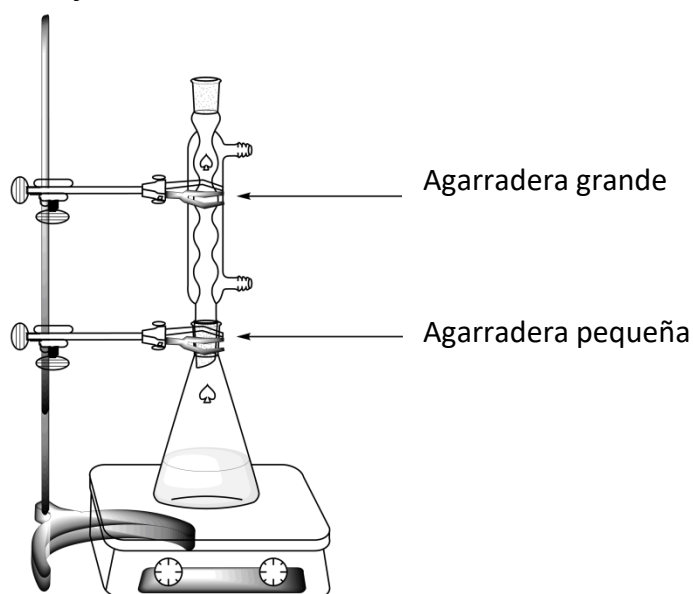

Figura 1. Equipo para calentar la mezcla de reacción a reflujo
4. **Conecta** el refrigerante abriendo la agarradera grande y desplazándolo (ver Figura 1), asegúrate que los esmeriles queden ajustados. **Levanta** tu tarjeta HELP. Un asistente de laboratorio vendrá para abrir el agua y prender la manta calefactora.
2. **Realiza** la recristalización del producto crudo, que se encuentra en el Erlenmeyer con boca esmerilada de 50 mL, con la cantidad apropiada de la mezcla agua/etanol preparada en el punto 1, utilizando el mismo equipo de reflujo que en la parte anterior (ver Figura 1). **Levanta** tu tarjeta HELP. Un asistente de laboratorio vendrá para abrir el agua y prender la manta calefactora. **Agrega** la cantidad apropiada de solvente por arriba del refrigerante.